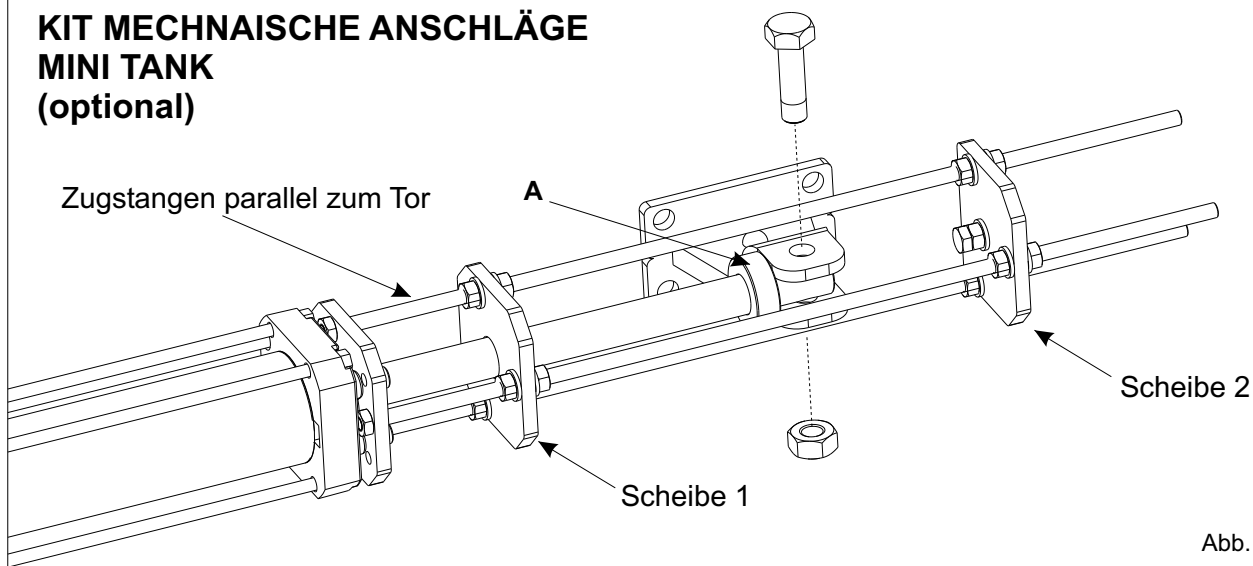

Abb. 22
- Den Endschalteranschlag mit zwei der drei Zugstangen, die sich auf dem Vorderflansch befinden und parallel zum Tor stehen anbringen (Abb. 22).
- Die mitgelieferte Buchse (A) in den Kolben einführen.